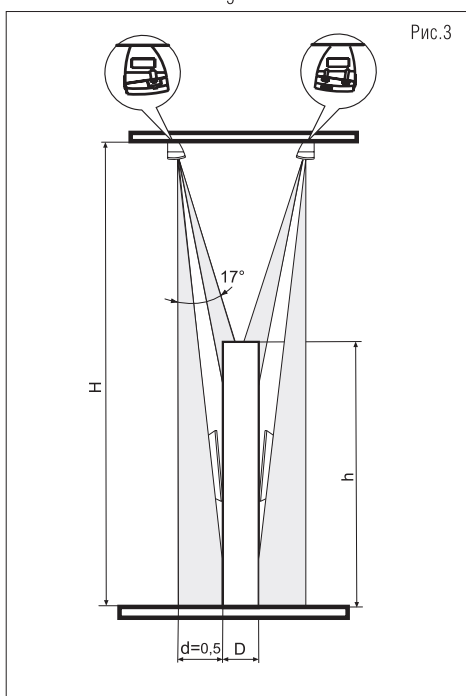
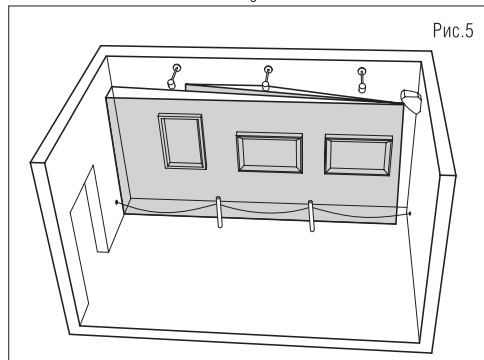

Рис.3
Рис.5
Для дневной охраны картин используются плоскости основания для крепления на потолок – верхняя (Рис.3) или боковые (Рис.5).
- учитывать, что зона обнаружения по цели «человек» превышает зону обнаружения цели «рука человека», поэтому для исключения ложных тревог использовать естественные или искусственные ограждения желаемой зоны обнаружения (Рис.5).
При размещении ИС на стене, перпендикулярной охраняемой (Рис.5), высота установки может быть ниже 3 м и определяться высотой охраняемого предмета.
Если картина вывешена не на стене, а на ограниченной по высоте тумбе (см. рис.3), установленной внутри зала, то необходимо выполнение требований Таблицы 1, что соответствует соотношению $D_{\min} = (tg(17^\circ) \cdot (H-h) - d)$ при $d=0,5$ м. Здесь d – желаемая глубина зоны обнаружения, H – высота потолка, h – высота тумбы, $D_{\min}$ – минимально допустимая глубина тумбы.